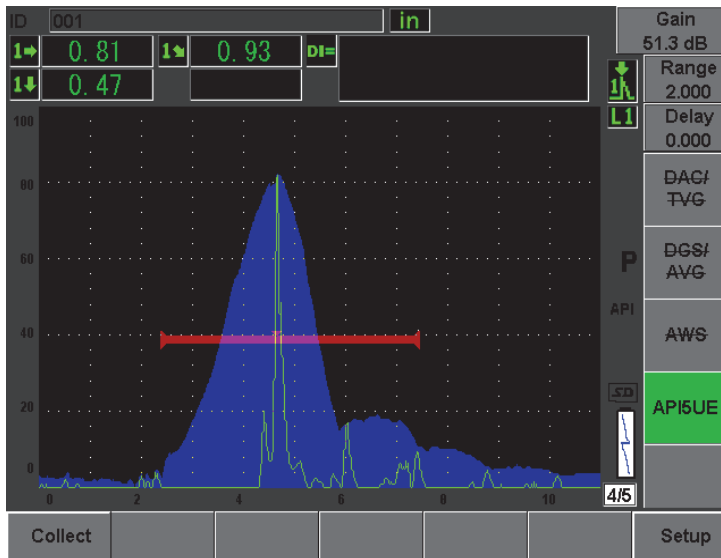

Figura 12-23 Dati di calibratura modalità d'acquisizione
4. Premere **[P1]** per acquisire i dati A_{max} , T_1 e T_2 dall'involucro (vedi Figura 12-23 alla pagina 268).